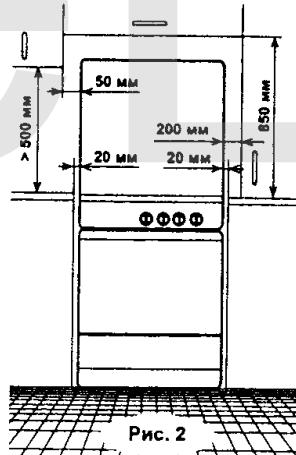

Рис. 2
6.7. Плита должна устанавливаться в помещении на расстоянии не менее 1,5 м от металлических раковин и труб, водопровода, отопления и канализации. Расстояния, которые необходимо выдержать при установке плиты, показаны на рис. 2
ПОМНИТЕ! После установки плиты, обязательно проверьте положение гибкого шланга подвода газа и шнура питания (рис.2). Они не должны проходить над дымоходом и касаться задней стенки плиты, так как во время работы жарочного шкафа плита сильно нагревается.